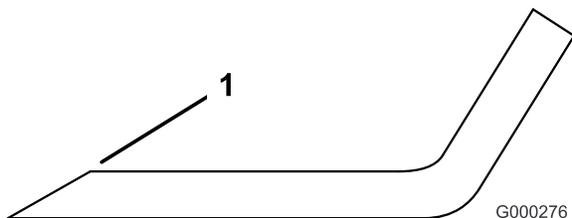

図 81
1. ブレードは、左右の刃先をやすりで磨く（図 81）。刃先の角度を変えないように注意すること。左右を同じだけ削るようにすればバランスが狂わない。